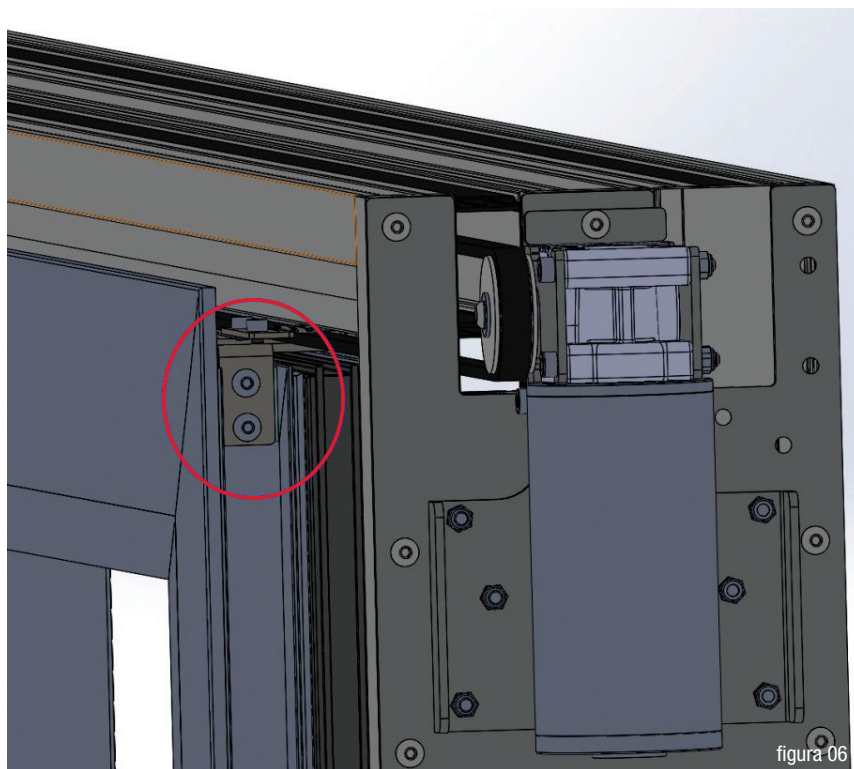

figura 06
2. La staffa di trascinamento è composta da una staffa inferiore ed una superiore, quest'ultima presenta delle asole passanti. Passare la cinghia tra le due pulegge e tagliarla in prossimità della metà della staffa di trascinamento. Fissare le viti M4 lunghezza 8mm per chiudere le due staffe con la cinghia, poi prendere la staffa di trascinamento e fissarla lateralmente sul montante dell'anta con due viti M5x14 in dotazione (vedi figura 06).